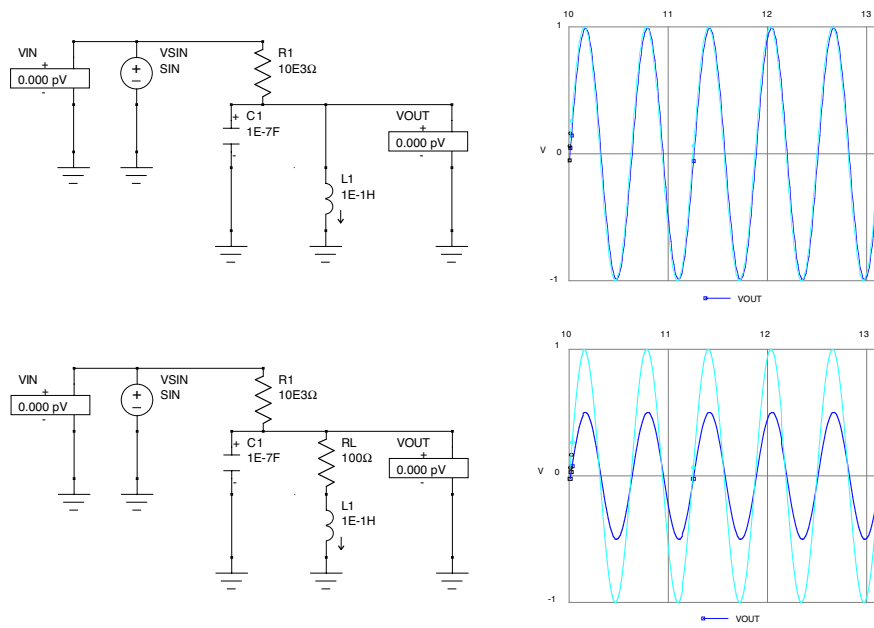

図 2.11: LC(R) 共振回路に 1.6kHz の信号を入力し、出力信号を観測する。
理想的には周波数 1.6kHz で入出力が一致するはずだが、実際にはそうならず 1 より小さい値にしかならない。これは、コイルに内部抵抗があるため。 $L = (104) = 10 \times 10^4 \mu\text{H} = 10 \times 10^{-2}\text{H}$  の素子をマルチメータで測定すると  $\sim 100\Omega$  程度の内部抵抗が存在することがわかる。そこで、その値を入れてシミュレーションすると、確かに実験と一致する (図 2.11)。